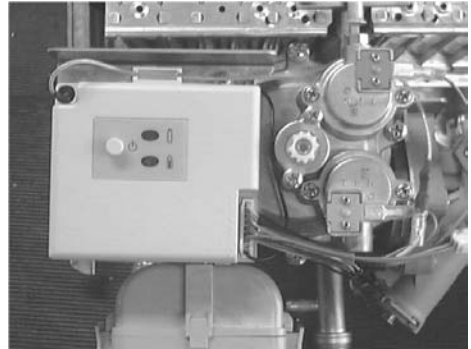

Рисунок 1
1. Від'єднати обидва штекера від головного пальника. (Рис. 1)